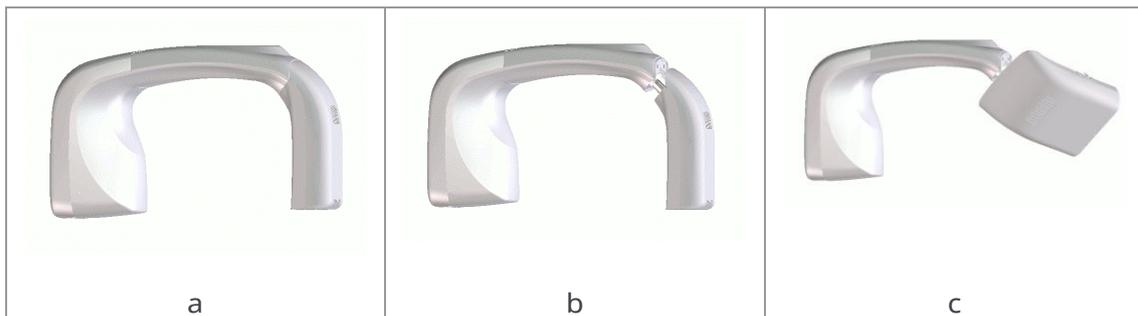

Figura 20
4. Pulse el botón «>O<» en el teclado; aparecerá el siguiente mensaje en la interfaz de usuario: "CEPH ENTRY STATUS: OPEN FLAT PANEL" («ESTADO DE ENTRADA CEFALOMÉTRICO: ABRA EL PANEL PLANO»). El mecanismo que sostiene el panel 3D se desbloqueará y el detector 3D descenderá algunos centímetros (Figura 20-b).
5. Gire el panel 3D en el sentido de las agujas del reloj (Figura 20-c) hasta que encaje en su sitio. Transcurrido un segundo, el sistema realizará automáticamente la colocación del eje.